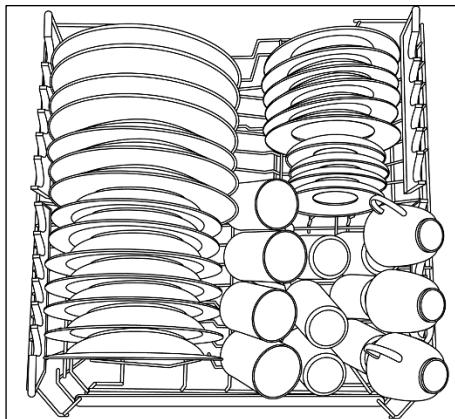

Fig. 1
- Tenez le panier des deux côtés et soulevez-le délicatement vers le haut (fig. 1);
- Tenez le panier des deux côtés et soulevez-le vers le haut (fig. 1).
Un chargement standard journalier est indiqué dans les fig. 1
- Pour retirer le micro filtre, il vous suffit de tourner la poignée dans le sens contraire des aiguilles d'une montre (fig.1).